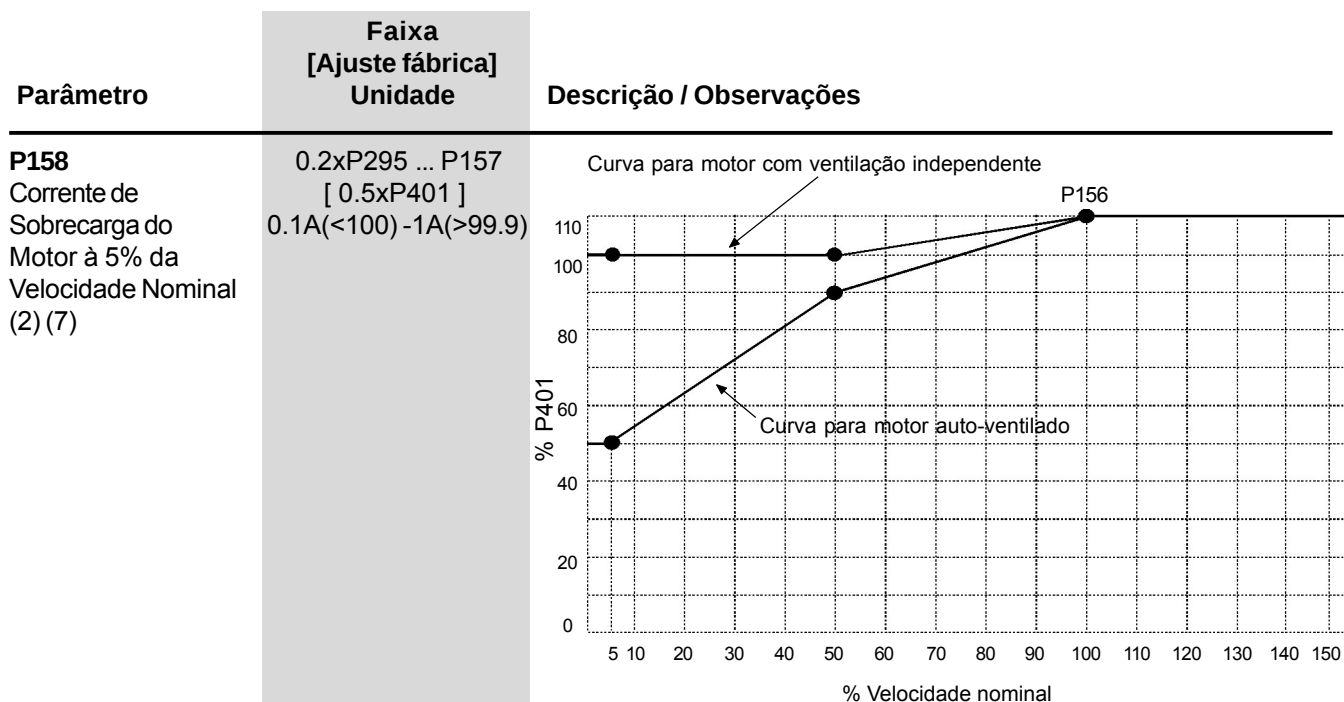

Figura 6.18 – Níveis da proteção de sobrecarga
- ☑ A corrente de sobrecarga é dada em função da velocidade que está sendo aplicada ao motor, de acordo com a curva de sobrecarga. Os parâmetros P156, P157 e P158 são os três pontos utilizados para formar a curva de sobrecarga do motor, mostrada na figura 6.18 para o ajuste de fábrica.
- ☑ Esta curva é mudada quando P406 (Tipo de ventilação) é mudado durante a subrotina auto-guiada. (Ver item 4.2).